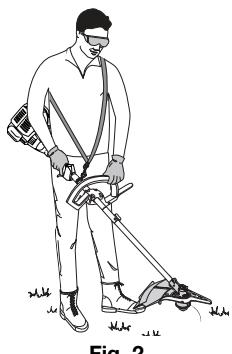

Fig. 2
- Tout en tenant la machine en position de fonctionnement (Fig. 2), mettez la poignée en « D » dans la position qui vous donne le plus de prise.